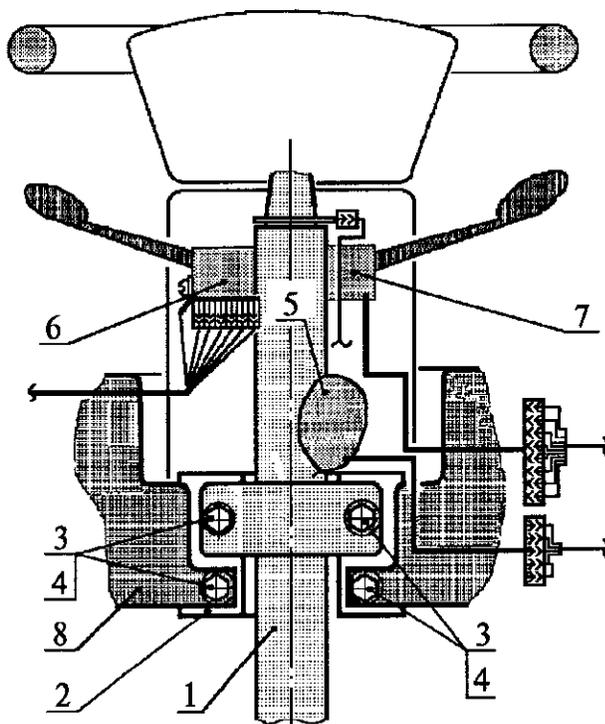

Рис. 14. Отсоединение рулевой колонки:
4.17. Отсоединить рулевую колонку 1 (рис. 14) от кронштейна 2